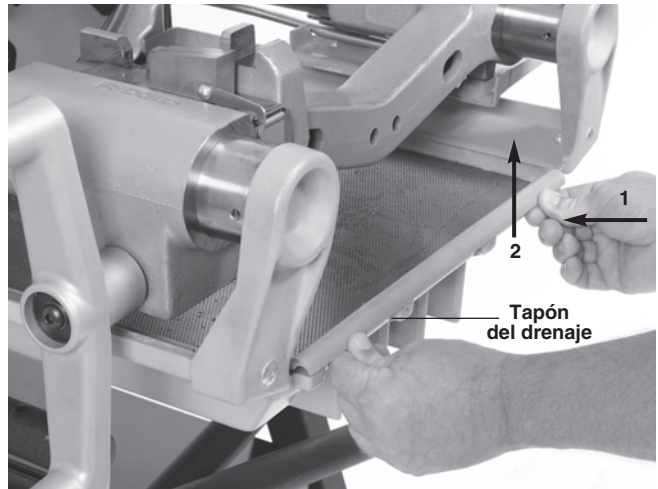

Figura 29 – Extracción del conjunto de bandeja
Para quitar el conjunto de bandeja, empújelo hacia el mandril delantero (1) y levántelo (2) (vea la Figura 29).